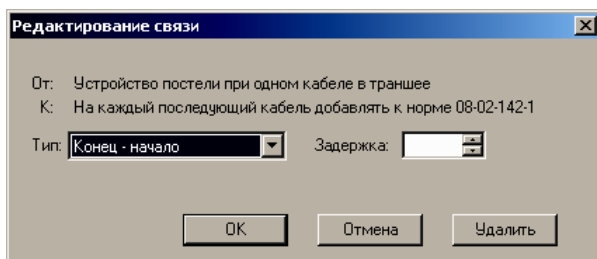

Рис.3.22. Диалоговое окно «Редактирование связи».
4. Чтобы изменить настройки связи (тип и назначить задержку), дважды щелкните левой кнопкой мыши по необходимой связи. В открывшемся окне «*Редактирование связи*» (рис. 3.22) внесите необходимые данные:
Для того чтобы редактировать свойства уже созданной связи, вызовите окно «*Редактирование связи*» (рис. 3.22), дважды щелкнув на связи левой кнопкой мыши. Данное окно позволяет: